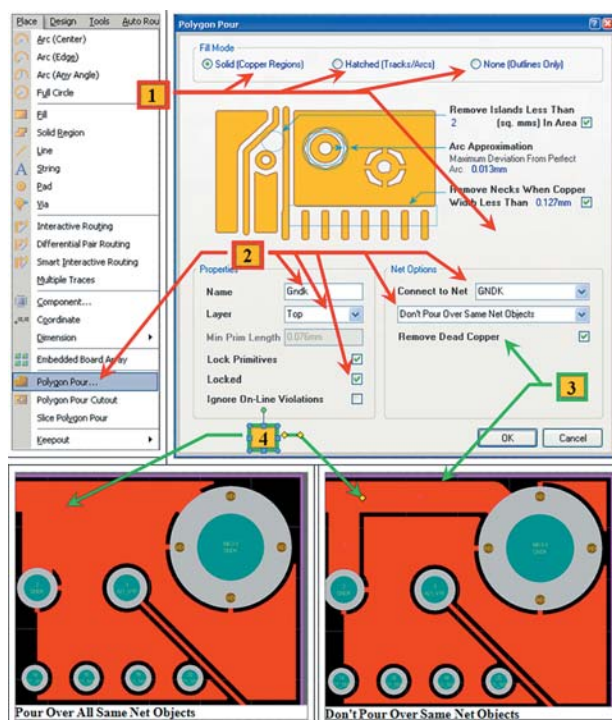

Рис. 45. Пример и вид настройки полигонов
При создании полигона можно выбрать различные способы его заливки, в частности (рис. 45, ссылка 1):
На рис. 45 представлен процесс создания полигона со сплошной заливкой на одном из слоев. На слое **Top** с помощью команды **Place/Polygon Pour** расположим прямоугольный полигон нужной ширины вдоль одной из сторон печатной платы. На рис. 45 (выноска 2) показаны настройки параметров полигона для слоя **Top**, где:
- **Pour Over All Same Net Objects** — закрытие полигоном элементов топологии (кроме Pad), в нашем случае принадлежащих **Gndk** (рис. 45, ссылка 3);
- **Don't Pour Over Same Net Objects** — все элементы топологии, кроме (в нашем случае) Pad, принадлежащих **Gndk** (рис. 45, ссылка 4, с указанием отличий от предыдущего варианта).